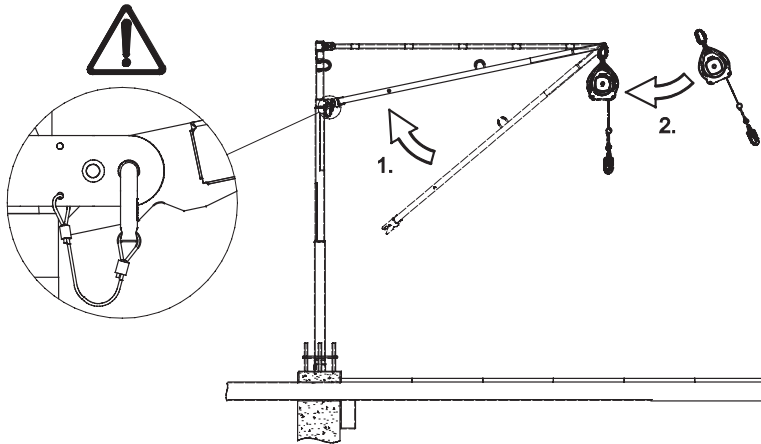
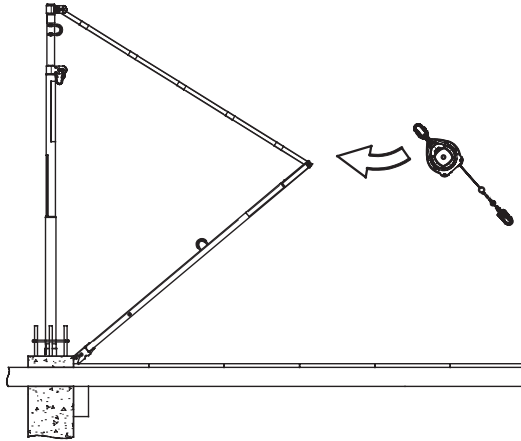

Abbildung 28. Montage des SkyReach Ankers und Anbringen eines Höhensicherungsgeräts Falcon (6,2 m)
Abbildung 29. Anbringen eines Höhenicherungsgeräts Falcon (6,2 m) in geringerer Höhe.
3. Fahren Sie fort, indem Sie entweder: (1) den SkyReach Anker vollständig aufbauen, indem Sie den Stützhaken in die unteren Ösen am Masten einhaken, gemäß Abbildung 28, und sichern Sie die Stütze mit dem Sicherungsbolzen gemäß Abbildung. Befestigen Sie dann das Höhensicherungsgerät an der Verankerung. Stellen Sie sicher, dass es korrekt befestigt ist. **Oder** (2) fahren Sie fort, indem Sie die Position von Ausleger und Stütze gemäß Abbildung 29 ausrichten und das Höhensicherungsgerät an der jetzt niedrigeren Verankerung befestigen, bevor Sie die Stütze am Masten befestigen.